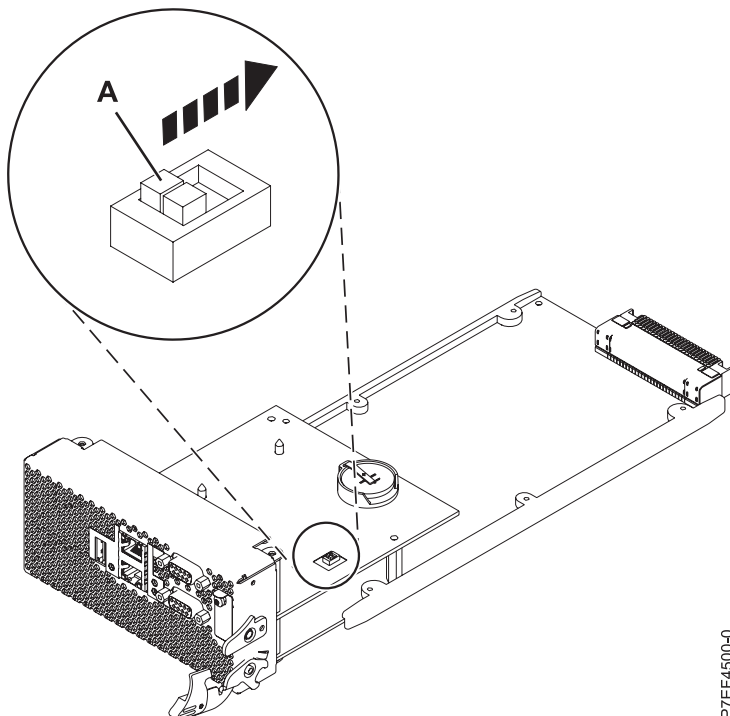

Figura 2. Restablecimiento de los valores de la tarjeta de procesador de servicio
2. Mueva los dos conmutadores de la tarjeta de procesador de servicio (**A**) de su posición actual a la posición opuesta, tal como se muestra en Figura 2. Esta acción restablece los valores de la tarjeta de procesador de servicio.